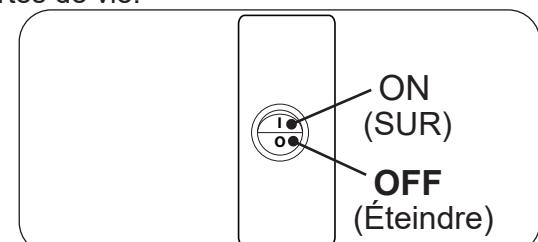

Fig. 34-1 Boîte de commutation, ON/OFF
1. Repérez l'interrupteur ON/OFF sur le devant de la boîte de commutation. Appuyez sur l'interrupteur en position OFF (O). Voir Fig. 34-1.